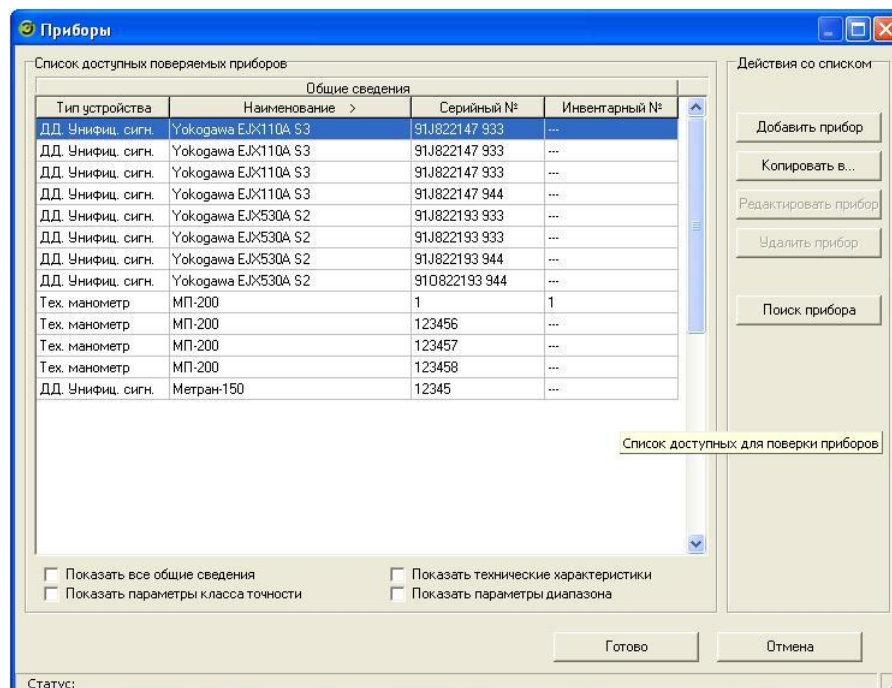

Рисунок 3.5.10 – Диалог выбора поверяемого прибора
- «Добавить в список». Кнопка предназначена для добавления в процесс поверяемых приборов. При нажатии на неё выводится диалог выбора поверяемого прибора (рисунок 3.5.10).